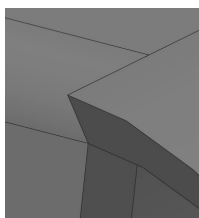
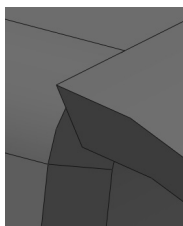
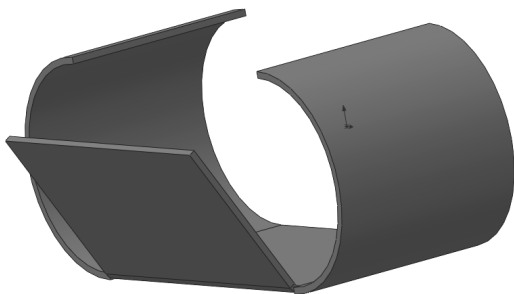

图 10-21 材料在内
图 10-24 虚拟交点的折弯
图 10-25 生成边线法兰
3) 设定法兰位置。在“法兰位置”选项组中有 5 种选项可供选择，即  (材料在内)、 (材料在外)、 (折弯向外)、 (虚拟交点的折弯) 和  (与折弯相切)，不同的选项产生的法兰位置不同，如图 10-21~图 10-24 所示。在本实例中，选择“材料在外”选项，最后结果如图 10-25 所示。